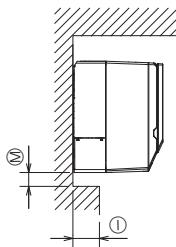

Fig. 2-2
⑤ Salida de aire: No coloque ningún obstáculo en 1500 mm, 59-1/16 pulg. de la salida del aire.
⑥ Superficie del suelo
⑦ Mobiliario
⑧ Cuando la dimensión de proyección de una guía de cortina o similar con respecto a la pared supera los 60 mm, 2-23/64 pulg., debe tomarse una distancia adicional, ya que la corriente de aire del ventilador puede crear un ciclo corto.
⑨ 1800 mm, 70-55/64 pulg. o más desde la superficie del suelo (para montaje en ubicaciones altas)
⑩ 75 mm, 2-61/64 pulgadas, como mínimo con la tubería izquierda, posterior izquierda o inferior izquierda, e instalación opcional de bomba de drenaje. (Utilice el gancho situado en la parte inferior de la placa de montaje cuando las dimensiones sean como mínimo de 55 mm, 2-11/64 pulg. y como máximo de 75 mm, 2-61/64 pulg. (menos de 55 mm, 2-11/64 pulg.: incorrecto). Consulte el apartado 3.5. para obtener más información).
⑪ 350 mm, 13-25/32 pulg. o más con la instalación de la bomba opcional de drenaje
⑫ Consulte la Fig. 2-2